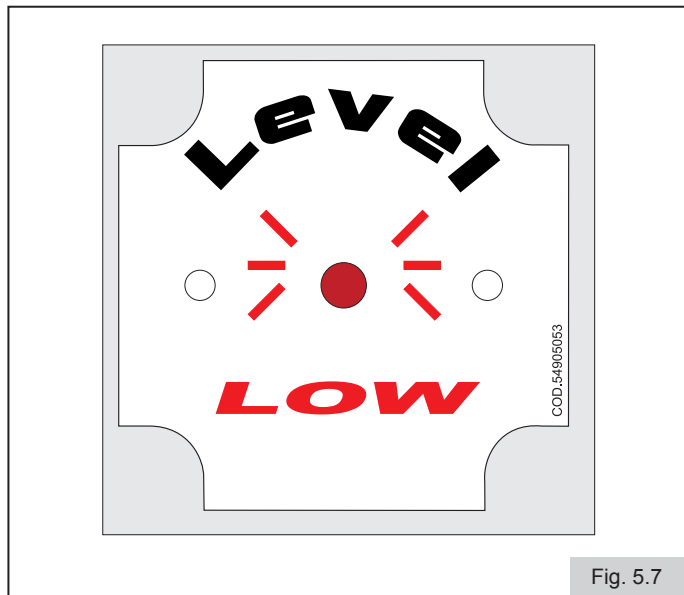

Fig. 5.7
- Odłączyć osłony służące następnie jako pojemniki do zbioru ziarna **4** w **POZYCJI A** w celu opróżnienia zbiornika z ziarna (Fig.5.7).
Siewnik jest wyposażony w czujnik kontroli poziomu ziarna (Fig.5.7) który jest zamontowany w zbiorniku.